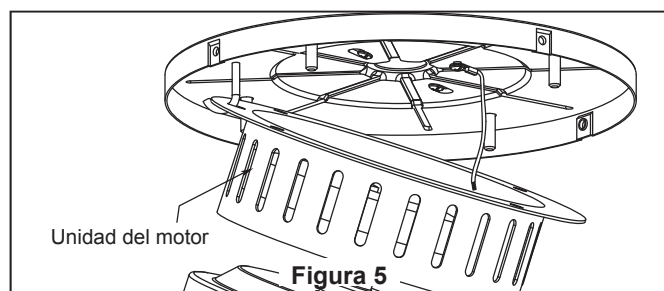

Figura 5
4. Introduzca la unidad del motor en la unidad del soporte del techo tal y como se muestra en la ilustración. (Figura 5) Ahora puede continuar con las instrucciones para realizar la instalación eléctrica de su ventilador.
5. Asegure el vidrio en la unidad de la placa de luz girándolo en el sentido de las agujas del reloj y sin apretar demasiado. (Figura 5)